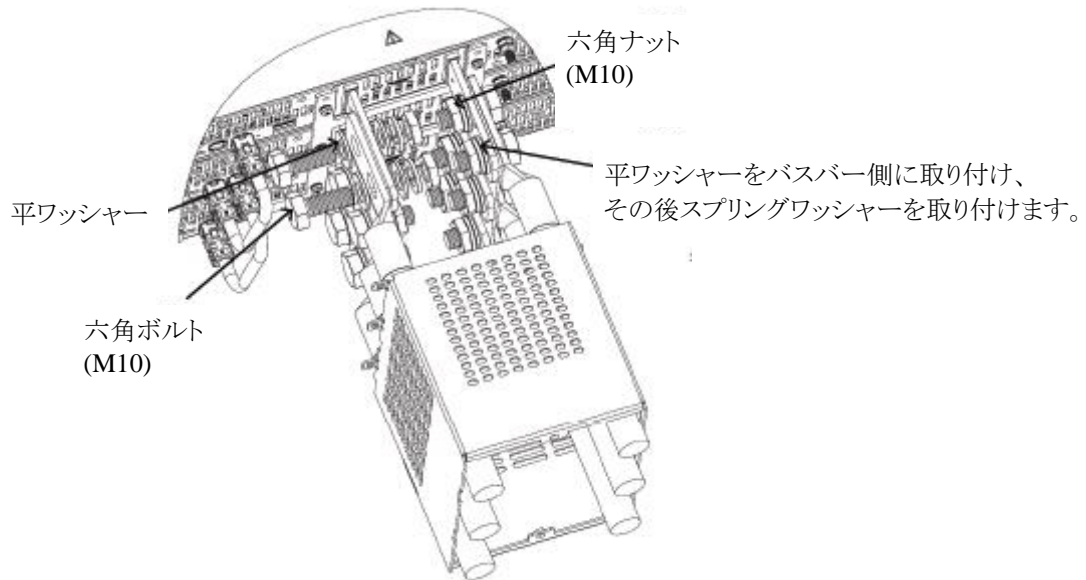

図4-45 負荷線の接続方法
3. 図4-45に示すように負荷線をバスバーに固定します。
(図4-45はGSP15kWの場合ですが、GSP10kWも同様です。)